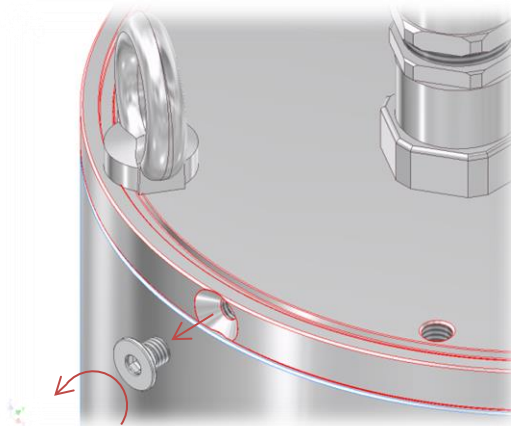

Fig.6-5: Remover o parafuso de embeber de tipo T08-TNXCD
- Primeiro, o parafuso de embeber com sextavado interior (DIN 7991) em aço inox tem que ser removido (comp. Fig.6-5) do componente de flange